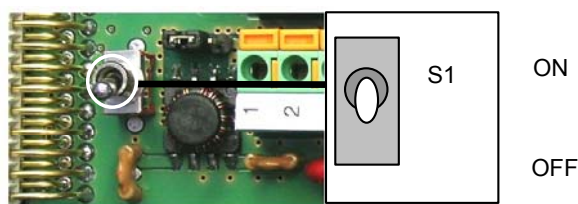

Abbildung 6 - Ein-/Aus-Positionen des Betriebsspannungsschalters
Schalten Sie die Spannungsversorgung der C-BOX 300 am Schalter ein (wie in Abbildung 6 gezeigt).
Der Betriebsspannungsschalter (s. Abbildung 6) schaltet die Betriebsspannung von C-BOX 300 und angeschlossenem Lesegerät.
- 2) Kontrollieren Sie, dass die C-BOX 300 abgeschaltet ist (Betriebsspannungsschalter in der Stellung OFF, siehe Abbildung 6).